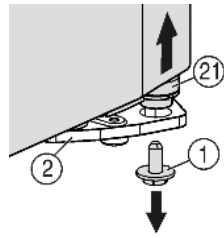

Fig. 4
- ▶ Unten rechts am Lagerbock die Sicherungsschraube Fig. 4 (1) herausdrehen.
- ▷ Der Lagerbolzen Fig. 4 (21) löst sich aus dem Lagerbock Fig. 4 (2).
- ▶ Falls sich der Lagerbolzen Fig. 4 (21) nicht löst, den Bolzen von unten herausdrücken.
- ▶ Sicherungsschraube Fig. 4 (1) unten in den Lagerbolzen eindrehen und festziehen (**mit 4 Nm**).